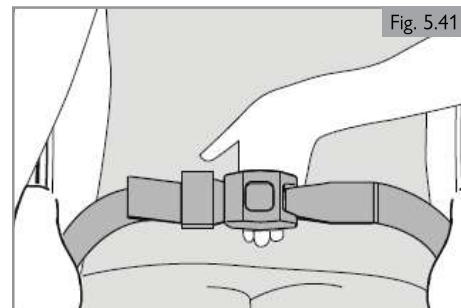

Fig. 5.41
1. Pour le confort et la sécurité de l'utilisateur, tendez la ceinture de sécurité de sorte à pouvoir passer seulement une main sous la ceinture. (Fig. 5.41)